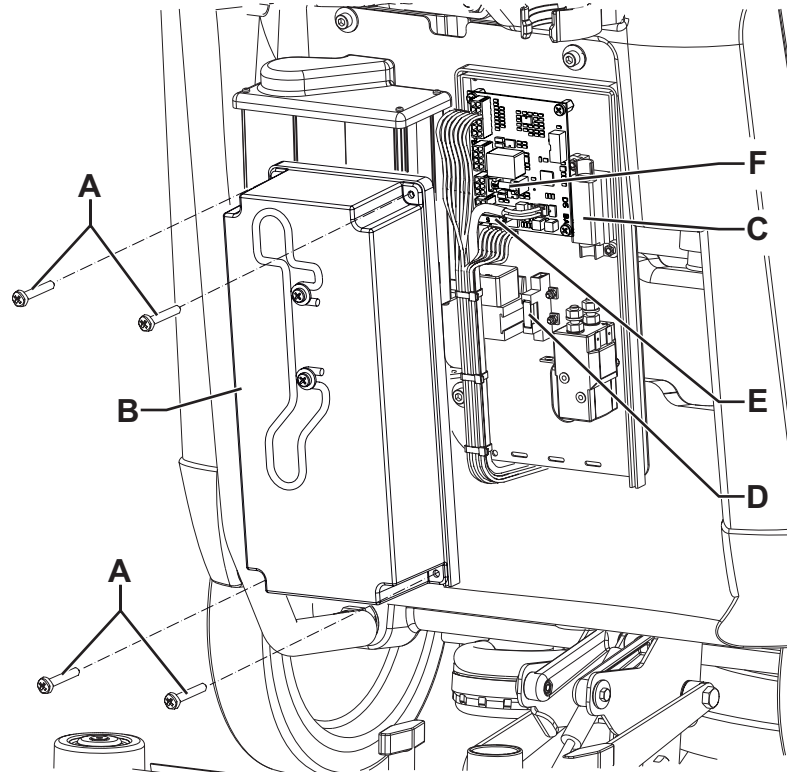

Abbildung 10
1. Batteriestecker (29) trennen.
2. Schrauben (A, Abb. 10) herausdrehen und Deckel (B) des Elektrokastens abnehmen.
- (C): Streifensicherung F1 (40 A), Bürstenmotor
- (D): Messersicherung F2 (30 A), Ansauganlage.
- (E): Messersicherung F3 (5 A), Magnetventil und Steckkarte
- (E): Glassicherung F4 (20 A), Bürsten-Aushaksystem